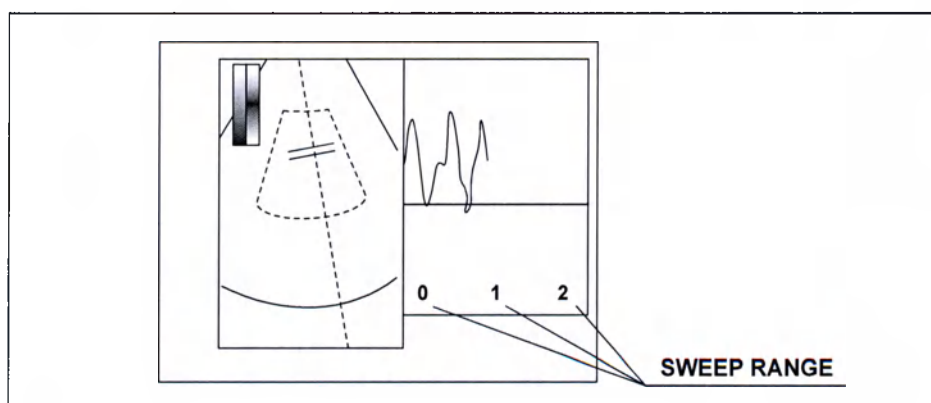

Рисунок 7.135
- 1 С каждым нажатием кнопки SWEEP SPEED – увеличивается время отображения кривой на левом изображении, что приводит к увеличению диапазона развертки, отображаемого в окне исследования (см. рис. 7.135).
- 2 С каждым нажатием кнопки SWEEP SPEED + уменьшается время отображения кривой на левом изображении, что приводит к уменьшению диапазона развертки, отображаемого в окне исследования (см. рис. 7.135).